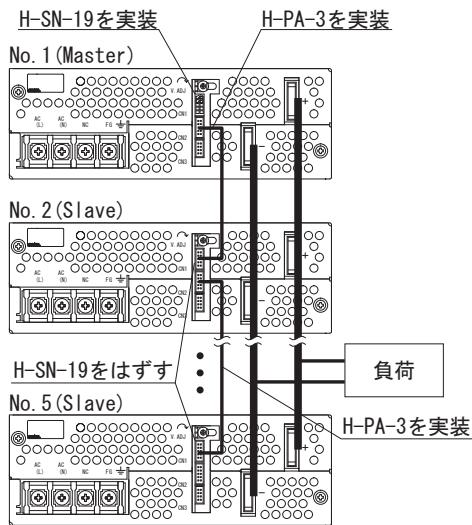

図 3.2 並列運転時の接続（PBA1500F の例）
- 図 3.2 の配線をする事によって、並列運転が可能です。並列運転するすべての電源の±S、VB、CB どうしを接続し、マスター電源の CN1 で±S と±M を接続してください（工場出荷時に各電源の CN1 には専用ハーネス：H-SN-19 を実装しています）。スレーブ電源の CN1 に実装されている専用ハーネス：H-SN-19 をはずしてください。±S、VB、CB どうしの接続には、オプションパーツ H-PA-3 をご利用ください。